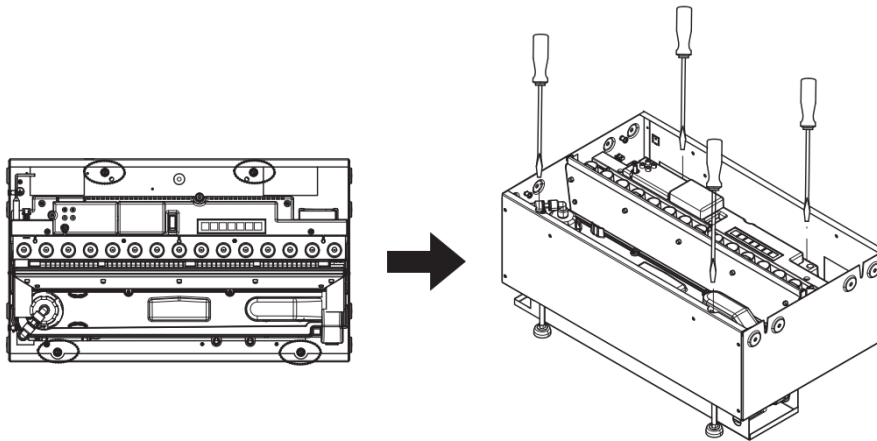

Fig.5
3. Zorg ervoor dat het tweede toestel zich op de juiste hoogte met het eerste toestel bevindt en dat het waterpas staat. Dit kan door de stelvoetjes af te stellen met een platte schroevendraaier. (afb. 5)